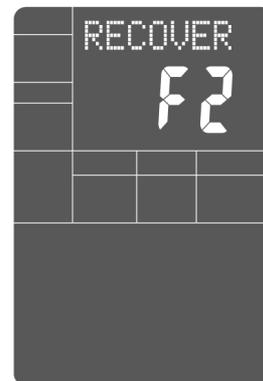

fig 23
- E. Nachdem die Uhr 0 erreicht, wird ihr Resultat im Display angezeigt. (F1.0-F6.0): F1.0=sehr gut F2.0=gut F3.0=befriedigend F4.0=ausreichend F5.0=mangelhaft F6.0=ungenügend (s. fig 23)
- E. When time reaches 0, the test result (F1-F6) appears on the display. F1=Excellent F2=Good F3=Fair F4=below average F5= No Good F6= Poor (See fig 23)